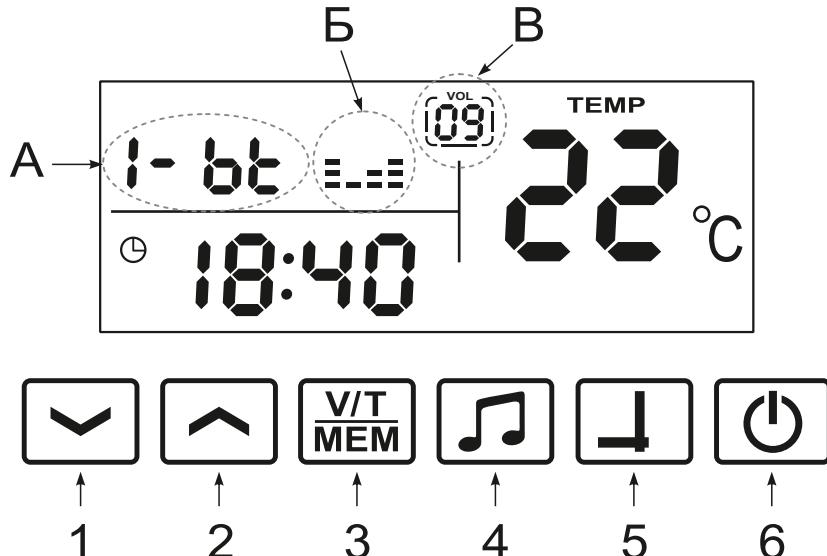

Рис. 7
3. Из режима часов, касанием **кнопки 4**, МФП переходит в режим Bluetooth (Рис. 7).
Это видно по появлению мигающего обозначения «BT» (поз. А Рис. 7) и указателя громкости (поз. В Рис. 7). В этом режиме панель будет выполнять функцию BlueTooth колонок (далее BT), воспроизводя звук с любого устройства, оборудованного BT передатчиком (телефон, mp3 плеер, планшет и т.д.). Для использования этой функции необходимо на своем устройстве (компьютер, смартфон и т.д.) войти в настройку BT, найти в списке устройство «mirror» (может быть другое название), выбрать «Подключиться» и ввести пароль «2003». При успешном подключении, символы BT перестают мигать, и появляется изображение четырехполосного графического эквалайзера (поз. Б Рис. 7).